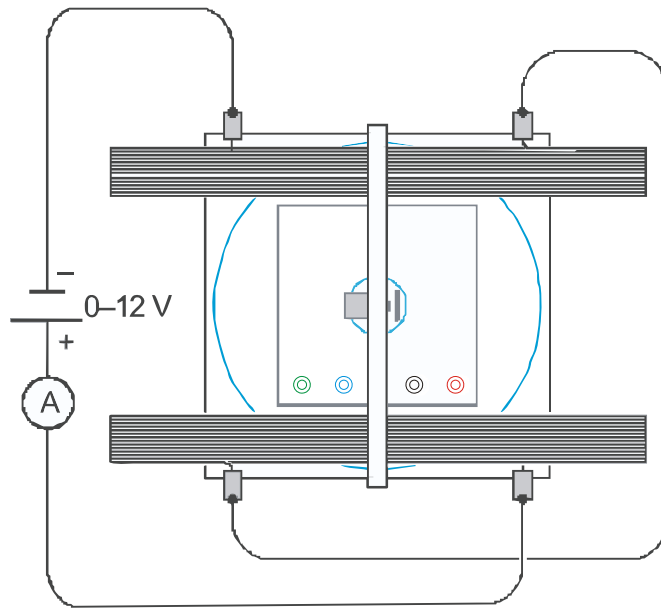

Fig. 2: Conexão elétrica do par de bobinas de Helmholtz
- Conectar as bobinas em série com a fonte de alimentação DC 20 V U33020 conforme a fig. 2, de modo que ambas as bobinas sejam percorridas pela corrente no mesmo sentido.